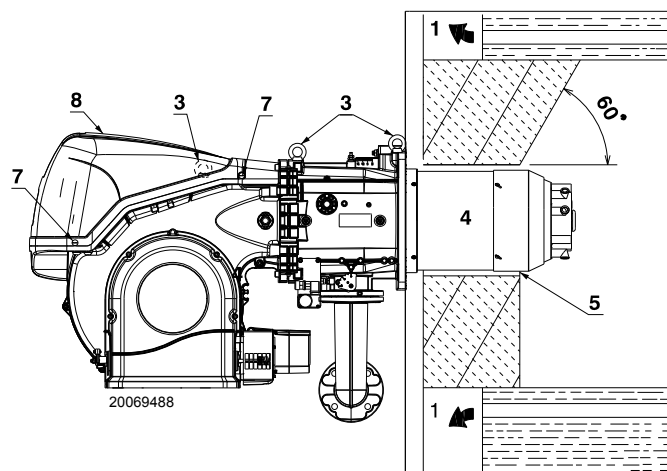

Fig. 13
La lunghezza del boccaglio va scelta secondo le indicazioni del costruttore della caldaia e, in ogni caso, deve essere maggiore dello spessore della porta della caldaia, completa di refrattario. Per le caldaie con giro dei fumi anteriore 1)(Fig. 13), o con camera ad inversione di fiamma, eseguire una protezione in materiale refrattario 5), tra refrattario caldaia 2) e boccaglio 4). Il refrattario può avere una forma conica (minimo 60°). La protezione deve consentire al boccaglio di essere estratto. Per le caldaie con il frontale raffreddato ad acqua non è necessario il rivestimento refrattario 2)-5)(Fig. 13), se non vi è espressa richiesta del costruttore della caldaia.
Predisporre un adeguato sistema di sollevamento agganciandosi agli anelli 3)(Fig. 13), dopo aver tolto le viti 7) di fissaggio del cofano 8).
- Infilare la protezione termica data a corredo sul boccaglio 4)(Fig. 13).